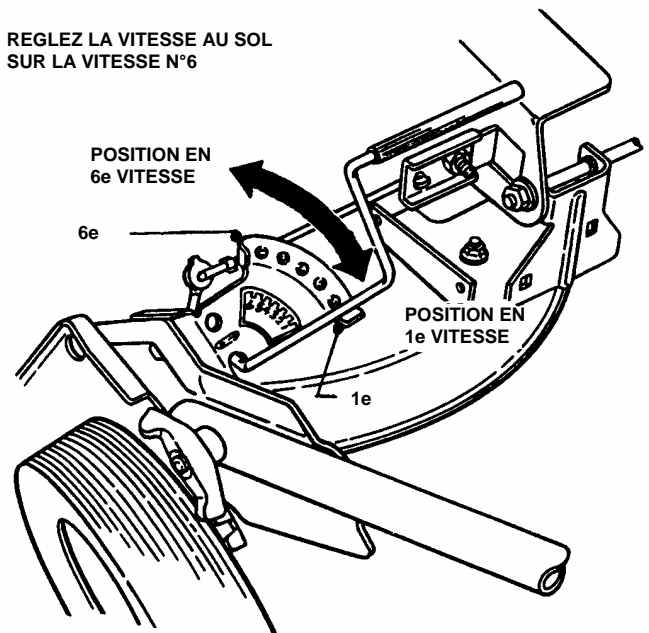

FIGURE 4.8
1. Réglez la vitesse au sol sur la vitesse n°6. Voir figure 4.8.